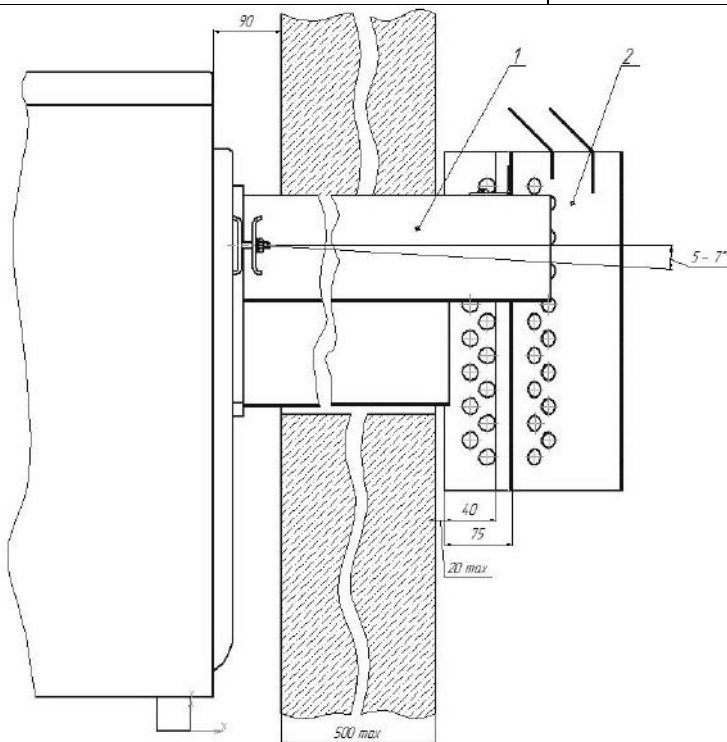

Рис. 3 – Установка дымовоздушного блока
7.23 Котел предназначен для установки только на полу помещения. Последовательность монтажа котла с отводом продуктов сгорания через внешнюю стену в соответствии с **рис. 3**:
Дымовоздушный блок 1 обрезать так, чтобы нижняя часть дымохода выступала не более, чем **на 20мм**, сохранив при этом вылет верхней части дымовоздушного блока. Установить на блок инжектор 2 в соответствии с **рис. 3**.